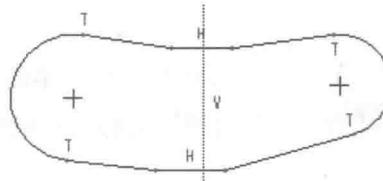

图 1.7 添加其他相切约束
Step3. 参照 Step2 的方法添加图 1.7 所示的相切约束。